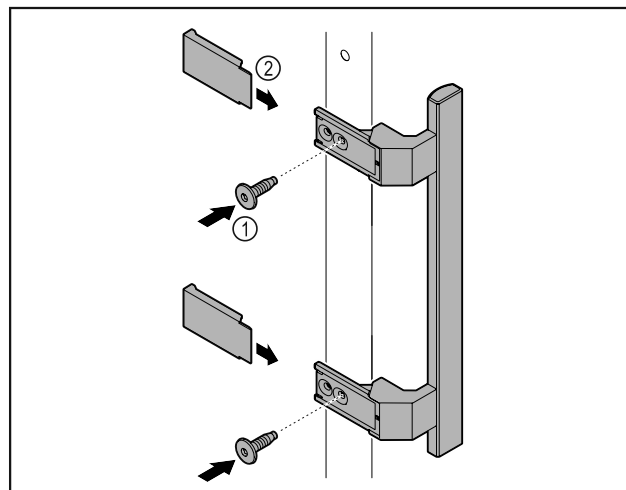

Fig. 5
- ▶ Montoni dorezën nga paketa së bashku me vidat e ofruara Fig. 5 (1) në derë.
- ▶ Vendosni kapakun mbulues Fig. 5 (2).